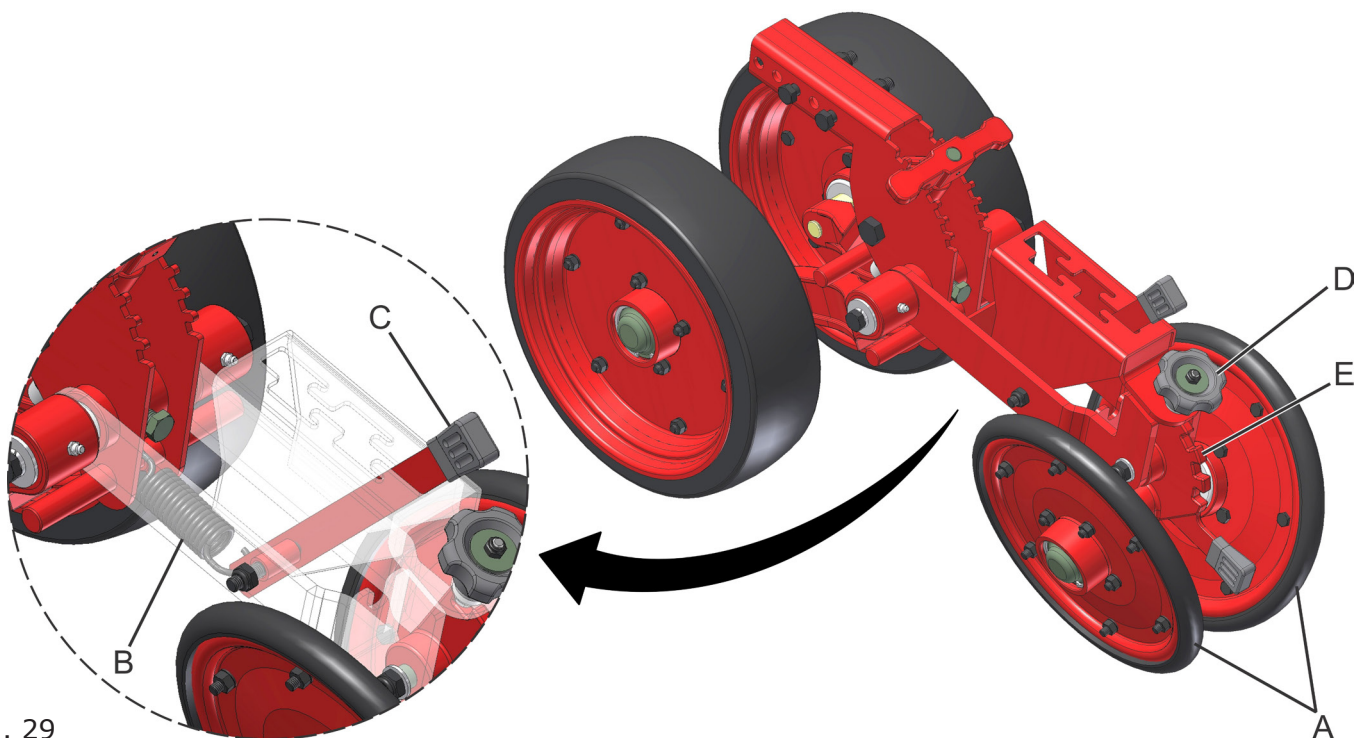

fig. 29
As rodas compactadoras (A) (fig. 29), realizam a pressão do solo lateralmente na semente e trabalham com várias opções de regulagens como pressão e ângulo de abertura das mesmas.
**Certifique-se de que a alavanca (C) (fig. 29) e o regulador (D) estão na mesma posição em todas as linhas de plantio.**